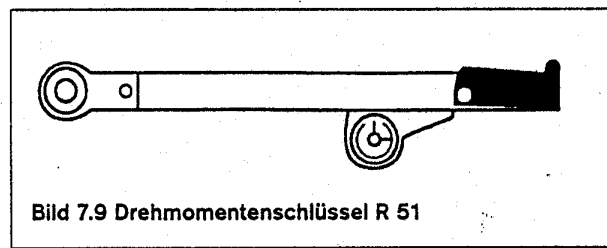

Bild 7.9 Drehmomentenschlüssel R 51
- Drehmomentschlüssel (R-51 339) ( $1/2$ " Antrieb) 40 bis 130 Nm (Bild 7.9)